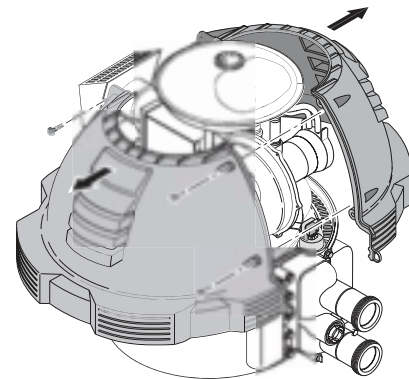

Figura 28.
5. Remueva las sobrecubiertas soltando los tornillos que conectan las dos mitades de la parte superior de la sobrecubierta, ver **Figura 28**.
3. Remueva las sobrecubiertas, ver **Figura 28**.